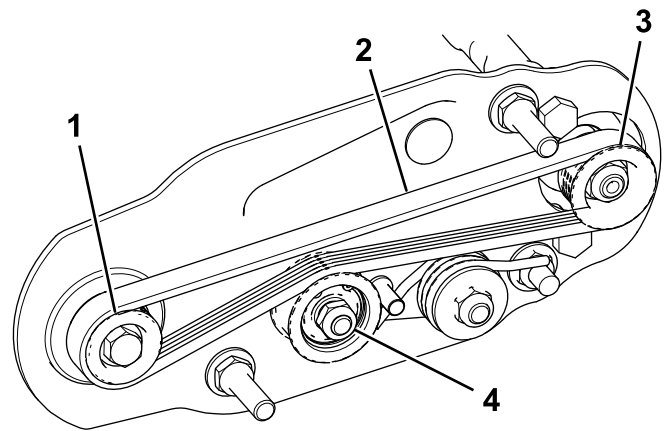

Bild 24
- A. Verlegen Sie den Riemen um die Antriebsscheibe und dann über die Oberseite der Spannscheibe (Bild 24).
- B. Verlegen Sie den Riemen von der Antriebsriemenscheibe ausgehend (Bild 24).